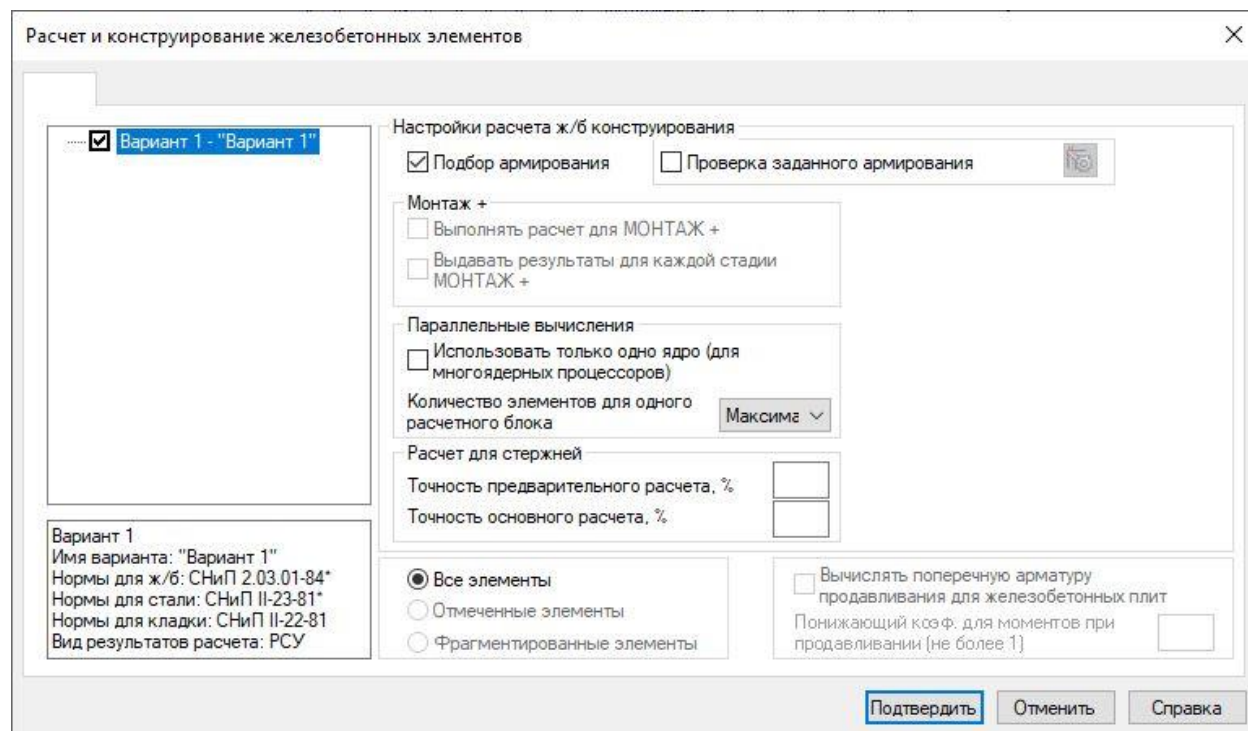

Рис.11.35. Диалоговое окно Расчет и конструирование железобетонных элементов
- В появившемся диалоговом окне **Расчет и конструирование железобетонных элементов** (рис.11.35) щелкните по кнопке **Подтвердить**.